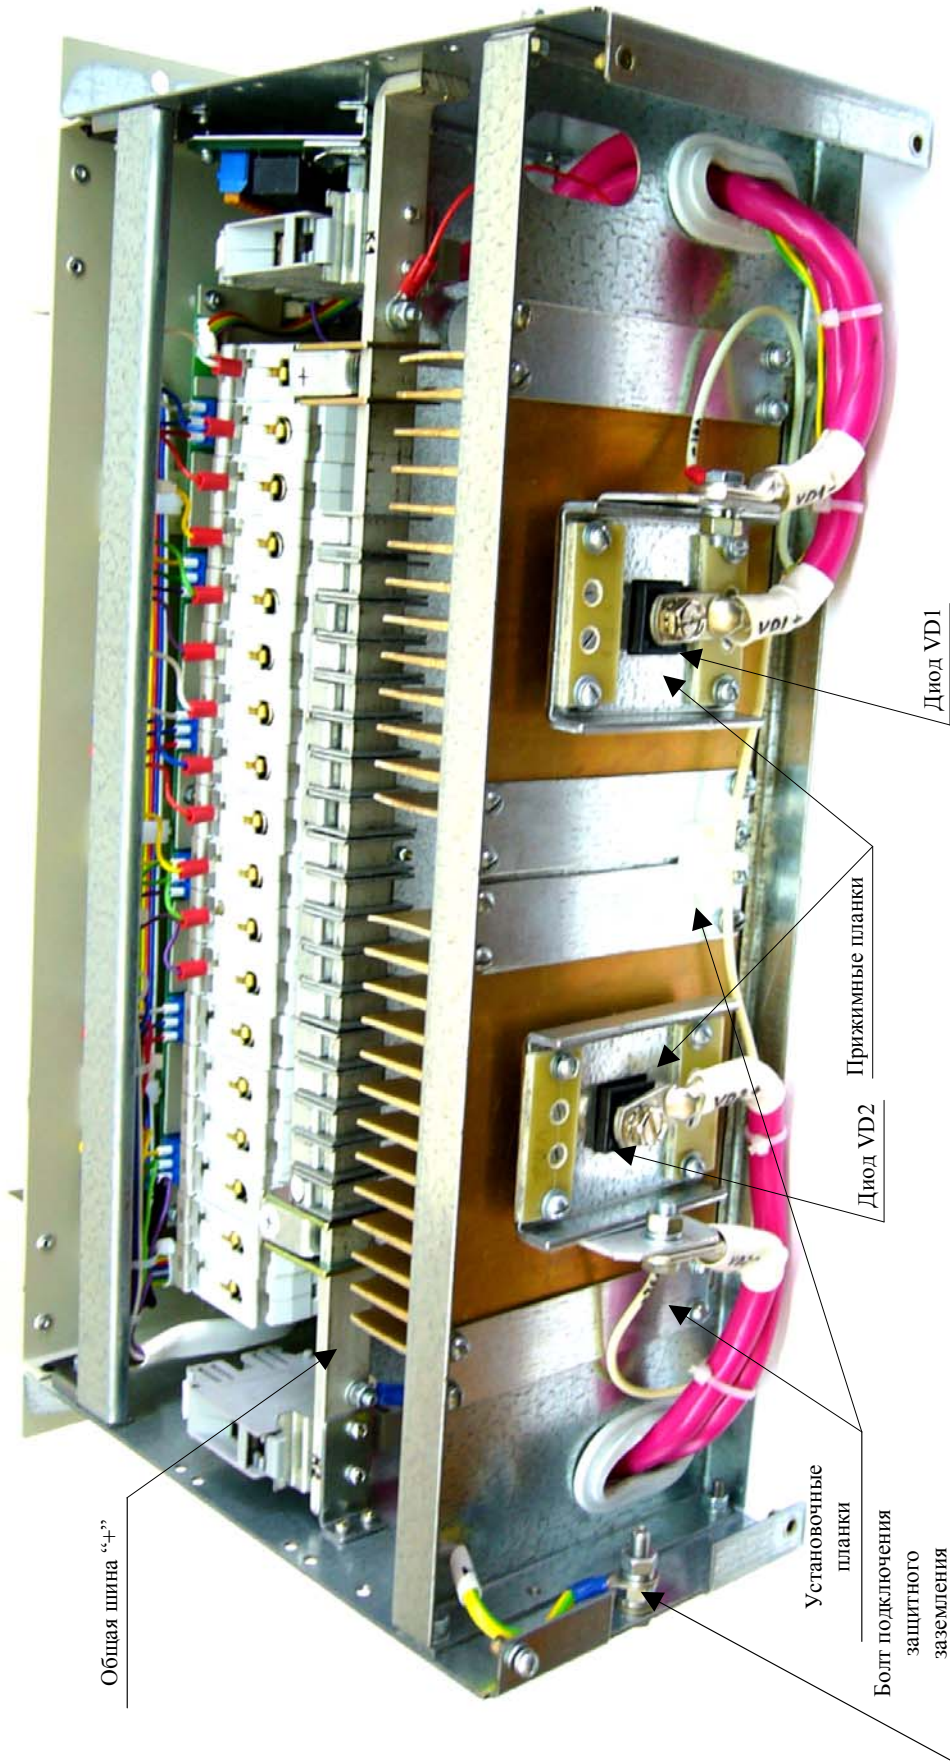

Рис.3 Вид на крепление силовых диодов VD1 и VD2 с радиаторами охлаждения.
6.5 При подаче напряжения на вводы панели, под минусовым потенциалом "минус 48 В" находятся катод и анод диодов VD1 и VD2, а также прижимные планки, показанные на рис.3.
При подаче на панель напряжения от источников питания – катоды и аноды диодов VD1 и VD2, а также прижимные планки (см. рис.3) находятся под потенциалом ("минус 48 В") относительно корпуса и общей шины "+" панели.
Для этого, предварительно сняв заднюю защитную крышку с панели ПР-13, подключите кабель защитного заземления сечением 10 мм² к болту защитного заземления на корпусе панели (см. рис.3), а затем к шине защитного заземления в помещении.